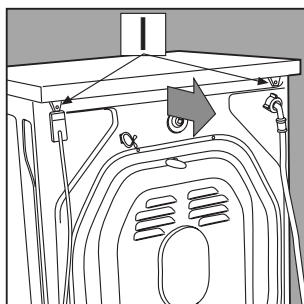

Fig. 1
2. Démontez le dessus en dévissant les deux vis **I** puis tirez-le vers vous [fig. 1].